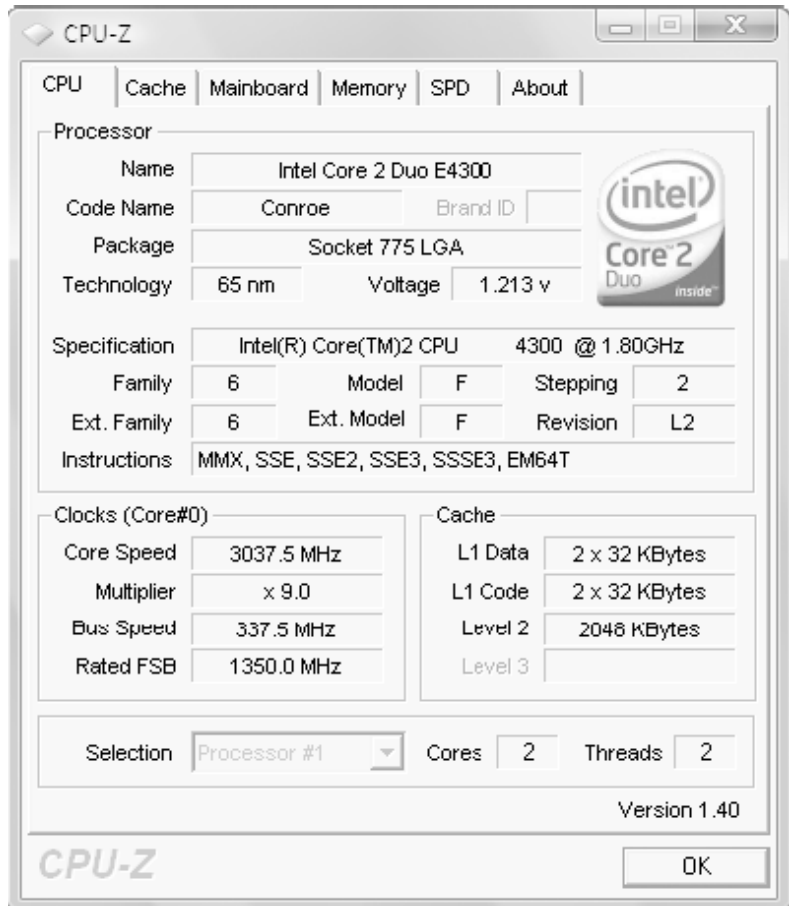

Рис. 6.3. Контроль реальной частоты процессора в программе CPU-Z
6. С помощью утилиты CPU-Z проверьте реальные рабочие частоты процессора и памяти, чтобы убедиться в правильности ваших действий (рис. 6.3). Обязательно контролируйте рабочие температуры и напряжения. Запустите 1-2 тестовые программы и убедитесь, что нет сбоев и зависаний.